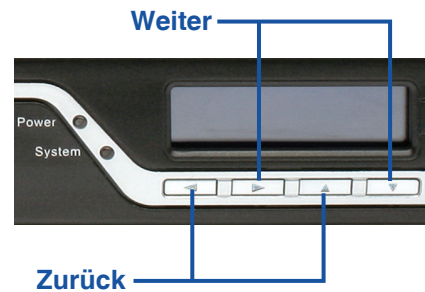

Abbildung 6. Tastendefinitionen (nach dem Systemstart)
1. Bringen Sie die Befestigungsklammern an den beiden Seiten des Gehäuses an, wie in Abbildung 6 gezeigt, und fixieren Sie sie mit den mitgelieferten Schrauben.